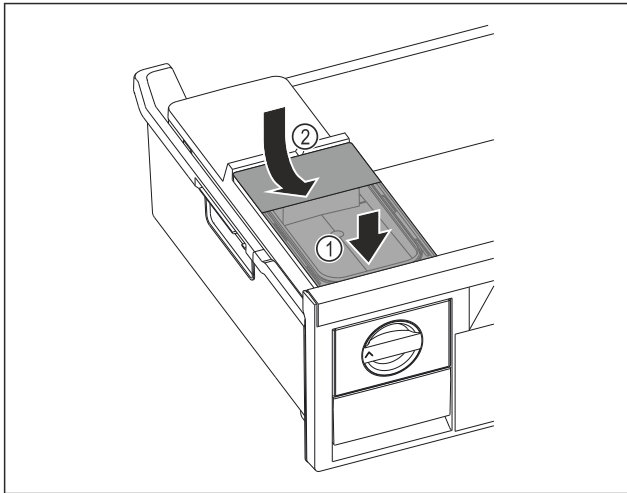

Fig. 167
- Wassertank vorne ansetzen. Fig. 167 (1)
- Wassertank hinten absenken. Fig. 167 (2)